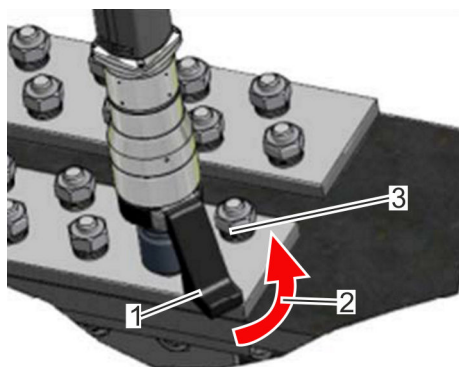

Fig. 20: Startdrejevinkel
5. Sørg for, at der findes en støtte/et stopleje (Fig. 20/3) til reaktionsarmen (Fig. 20/1) modsat den ønskede drejeretning for momentnøglen. Sørg for, at reaktionsarmen ligger imod langs hele fladen.
Ved forspændte skrueforbindelser overskrides det indstillede moment altid i momentmodusen, når startdrejevinklen mellem reaktionsarm (Fig. 20/1) og støtte (Fig. 20/3) er for lille.
Overhold startdrejevinklen (Fig. 20/2) i henhold til tabellen.